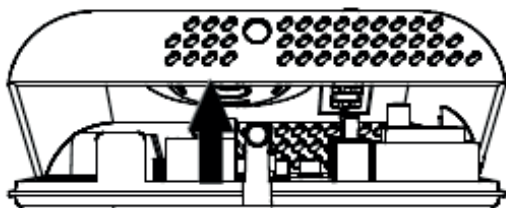

Fig. 5
- 4 Ruotare la calotta esercitando una leggera pressione fino ad estrarla completamente (Fig. 5).